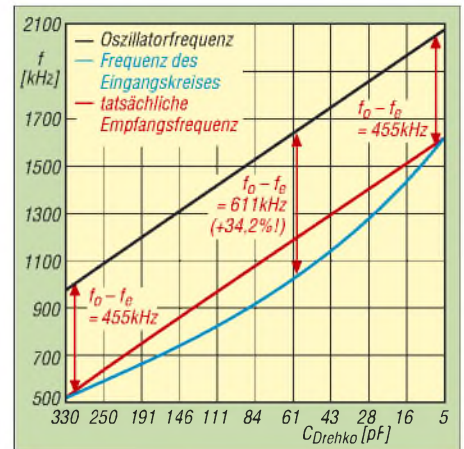

Bild 5: Ein Oszillatorkreis gemäß Bild 1 oder 2 führt zu hohem Gleichlauffehler in Bandmitte.
kapazitätsvariation des Oszillatorkreises muss demnach stärker reduziert werden. Wir können dazu wieder einen Parallelkondensator gemäß Bild 1 oder einen Serienkondensator gemäß Bild 2 verwenden. Dies in Gleichung (1) eingesetzt, ließe sich C_p bzw. C_s errechnen. Es ergeben sich $C_p = 87,7$ pF und $L_{osz} = 63,8$ μH bzw. (praktisch unrealisierbar) $C_s = 18,8$ pF und $L_{osz} = 1496$ μH. Beide Schaltungsvarianten führen jedoch nur zu einem Zweipunktgleichlauf (nämlich für f_u und f_o). Bild 5 zeigt diesen für die Variante mit C_p , wir sehen bei $C_{Drehko} \approx 60$ pF eine drastische Abweichung von 34,2 %, bezogen auf f_z .